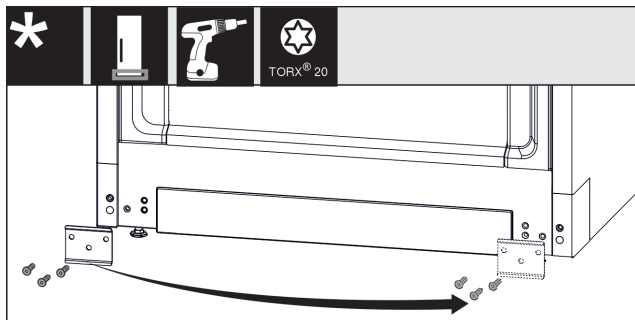

Fig. 13
- ▶ Odšroubujte plech, přesuňte jej na druhou stranu a přišroubujte jej zpět. Fig. 13 (1)